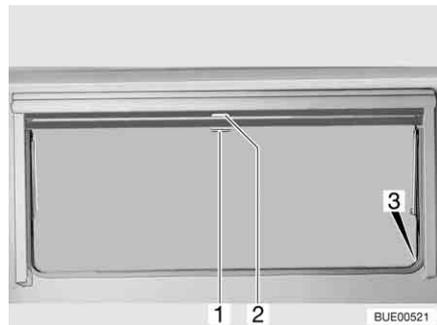

Fig. 67 Ventana abatible
- Tirar del asidero (Fig. 67,2) de la persiana oscurecedora enrollable hacia abajo. Cuando la persiana oscurecedora enrollable se cierre por completo, encajarla en el bloqueo (Fig. 67,3) a ambos lados del marco de la ventana.
- Cuando la persiana oscurecedora enrollable está completamente cerrada: Presionar el tirador (Fig. 67,2) hacia abajo y tirarlo ligeramente hacia dentro. Desenganchar la persiana oscurecedora enrollable de los bloqueos a izquierda y derecha del marco de la ventana.
- Cuando la persiana oscurecedora enrollable se encuentre en una posición intermedia: Tirar ligeramente del asidero (Fig. 67,2) hacia abajo, hasta que se hay soltado el bloqueo.
- Tirar hacia abajo de la mosquitera enrollable (Fig. 67,1) y engancharla en el bloqueo (Fig. 67,3) a ambos lados del marco de la ventana.
- Presionar el tirador (Fig. 67,1) hacia abajo y tirarlo ligeramente hacia dentro. Desenganchar la mosquitera enrollable de los bloqueos a izquierda y derecha del marco de la ventana.